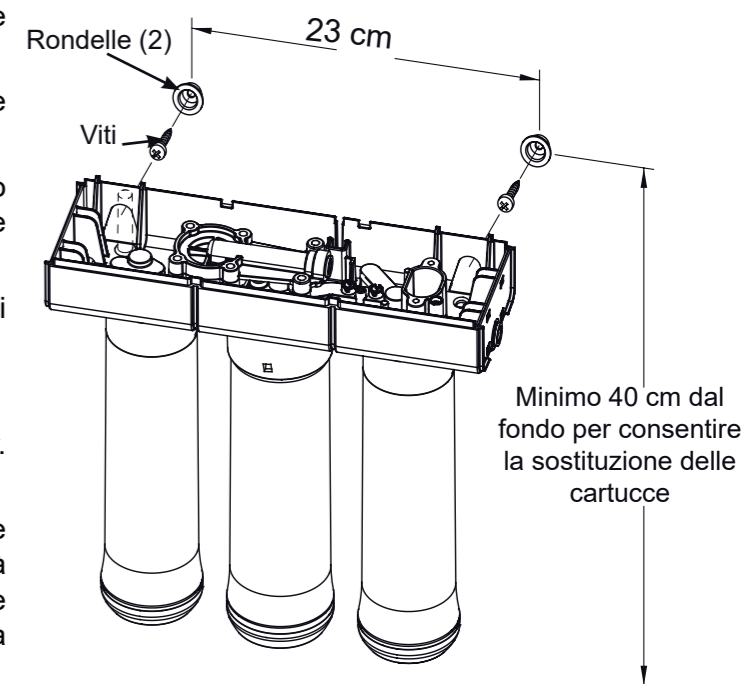

FIG. 10
Cfr. Fig. 10. Le rondelle di fissaggio permettono di alzare i filtri delle rondelle senza disinstallare tutto il sistema.
2. Individuate i fori di montaggio sul retro dell'unità. Cfr. Fig. 10.
3. Piazzate l'unità contro il muro e indicate le posizioni delle rondelle. Cfr. Fig. 10. Montate l'unità abbastanza in alto per lasciare uno spazio che consenta di sostituire facilmente le cartucce senza dover smontare l'unità dal muro